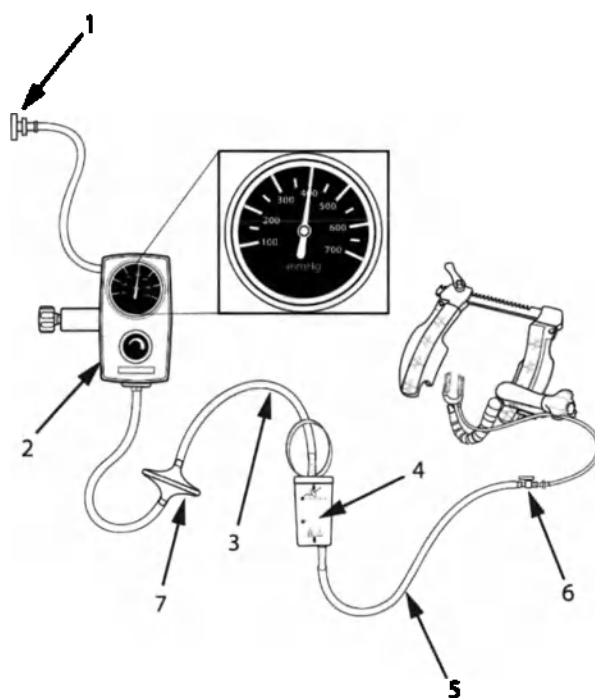

Figura 5: Sistema de estabilización por vacío ACROBAT-i
5. Conecte el accesorio de bloqueo lúer AZUL del juego de tubos del estabilizador ACROBAT-i al accesorio lúer AZUL de los tubos de vacío del estabilizador ACROBAT-i. Conecte el otro extremo de los tubos del juego de tubos al accesorio con rebaba inferior del recipiente del sistema Acrobat-i o de otro recipiente de recogida de líquidos (no incluido). Asegúrese de que la llave de paso esté en la posición cerrada con respecto al aire. El juego de tubos con el filtro conectado a la parte superior del recipiente se debe conectar a continuación a una fuente de vacío regulada. Establezca el regulador de vacío en 400 mm Hg. Consulte la figura 5 para ver la configuración de los tubos y el sistema de vacío correcta.